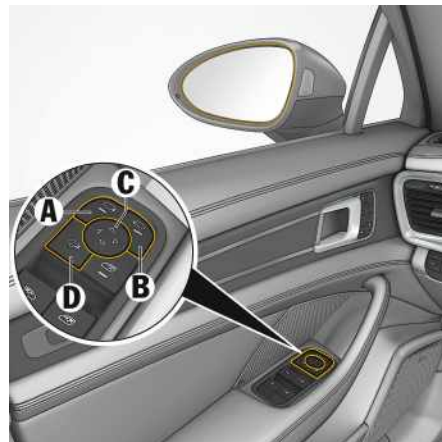

Fig. 186: Panneau de commande des rétroviseurs extérieurs
- ▶ Appuyez sur la touche **D** (fig. 186).